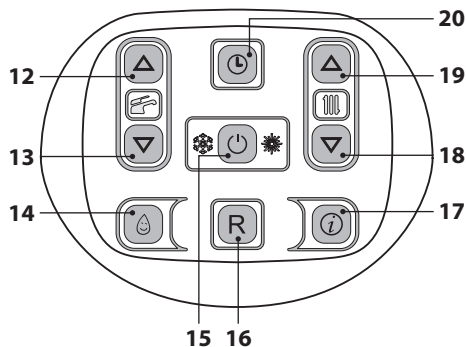

Figura 5.40
- Pulsando el botón 15 (Figura 5.40) se confirma el valor introducido.